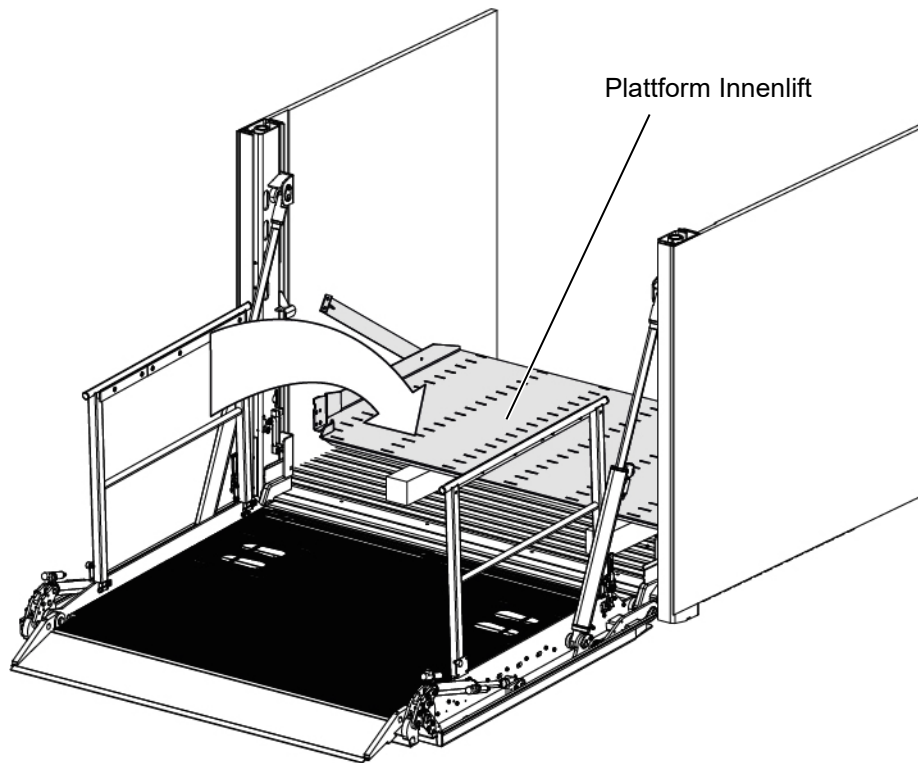

Abbildung 18: Plattform Innenlift in waagerechte Position kippen
- Kippen Sie die Plattform des Innenliftes in die waagerechte Position (siehe Abbildung 18).